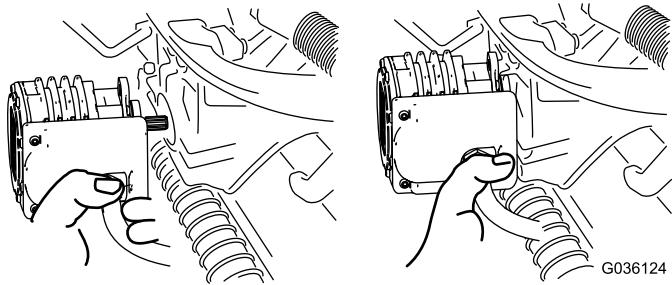

Figura 36
4. Spostate il motore in posizione di stoccaggio davanti al braccio di sospensione (Figura 36).